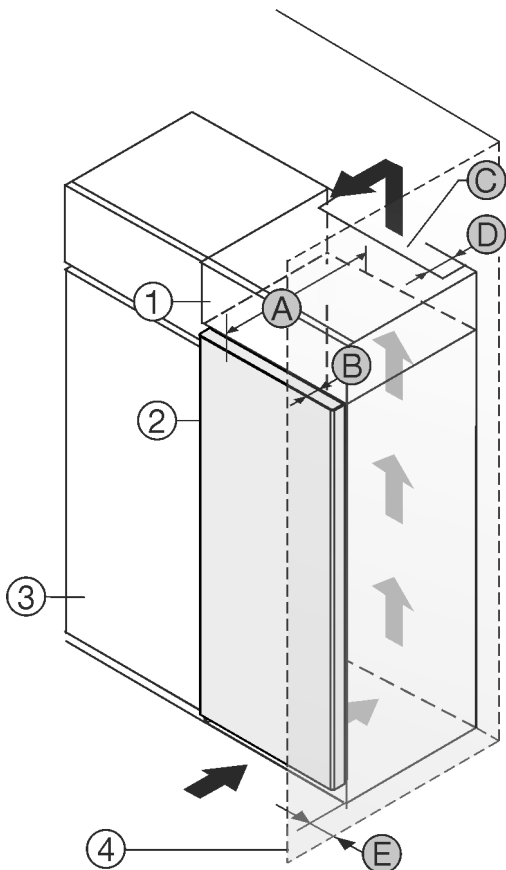

Fig. 1
- (1) Шафа для встановлення на пристрій \*
- (2) Пристрій \*
- (3) Кухонна шафа \*
- (4) Стінка \*
- (A) Глибина пристрою \*
- (B) Глибина дверей \*
- (C) Вентиляційний зазор \*
- (D) Відстань задня сторона пристрою \*
- (E) Відстань до сторони пристрою \*
Ви можете встановити пристрій безпосередньо поряд із кухонною шафою Fig. 1 (3).\*
Зі зворотного боку шафи для встановлення на пристрій слід передбачити вентиляційну шафу завглибшки Fig. 1 (D) на всю ширину цієї шафи.\*
Слід дотримуватись вентиляційного отвору Fig. 1 (C) в стелі приміщення.\*
Якщо пристрій із шарнірами встановлюється поряд зі стіною Fig. 1 (4), відстань між пристроєм і стіною повинна бути не менше 13 мм.\*
Якщо пристрій із шарнірами встановлюється поряд зі стіною Fig. 1 (4), відстань між пристроєм і стіною повинна бути не менше 20 мм.\*
Щоб мати можливість повністю відкривати дверцята, потрібно, щоб пристрій виступав на відстань глибини дверцят Fig. 1 (B) відносно передньої панелі кухонної шафи. Залежно від глибини кухонних шаф Fig. 1 (3) та використання пристінних розпірок пристрій може ще більше виступати вперед.\*